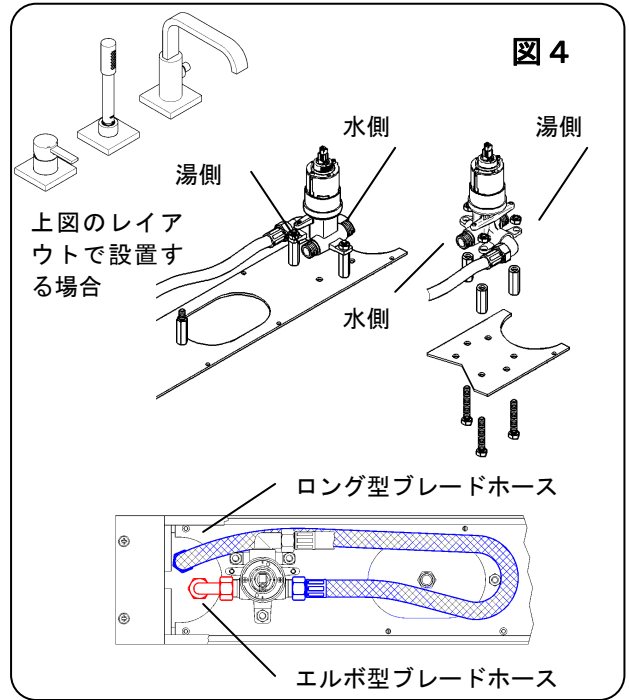

図5
7. カウンター分のタイル(石)の仕上げ (図5参照)
- ①設置場所にはデッキプレート分のキリカキが必要です。
- ②デッキプレートの、はめ込み分以外の部分を、タイルまたは石で仕上げてください。